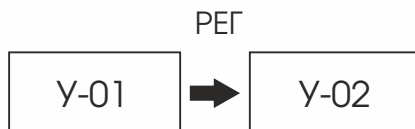

Рисунок 8. Настройка громкости сигнала тревоги.
- После этого следует переход в режим настройки громкости сигнала тревоги: «У-00» означает беззвучный режим, «У-01» означает тихий сигнал тревоги, «У-02» означает тревоги максимальной громкости. Используйте кнопку «РЕГ» для изменения значения громкости сигнала тревоги и кнопку «ВВОД» для подтверждения выбранного значения как показано на рис. 8.